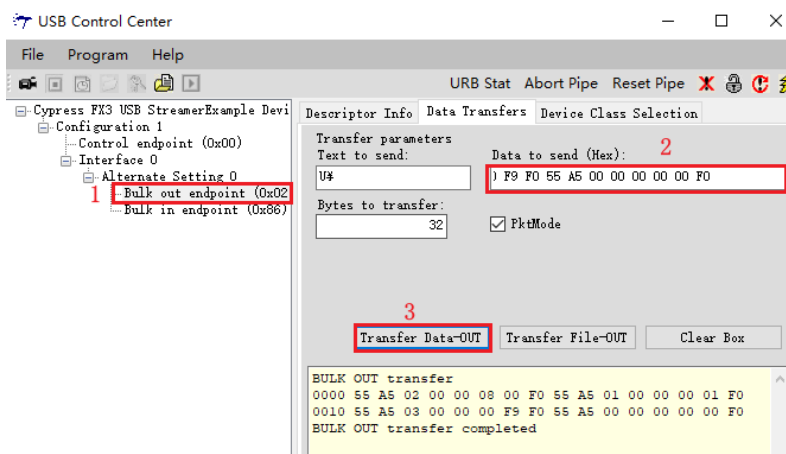

图 1.25 发送指令软件示意图
2. 打开我们提供的资料包中的 cypress 软件(acx720\_ad7606\_ddr3\_usbV1.0\FX2\_USB 数据采集上位机工具\CyControl)，如果 USB 连接正常并且软件按前叙步骤正确安装驱动，则可以看到列表框有 FX3 芯片或者 FX2 芯片被识别。确认固件已经正确烧写后，找到 bulk out endpoint (0x02)，输入指令串，比如按前述：我们使用通道 1，采样率设置为 200k，采样 2048 个 16bit 数据，我们可以设置指令串如下图 1.25 所示：